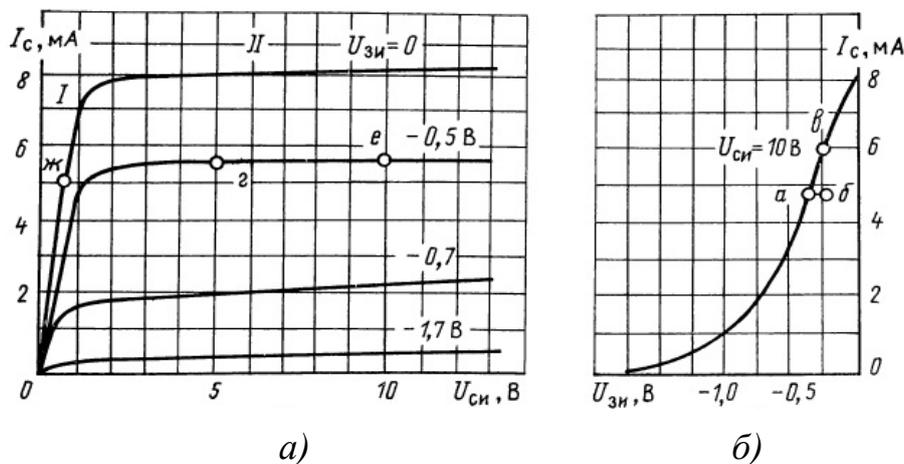

Рис. 2.53. ВАХ полевого транзистора
Дано: ВАХ полевого транзистора (рис. 2.53).
4. Сопротивление открытого канала (участок I ВАХ) при $U_{зи} = 0$ (точка ж на рис. 2.53).